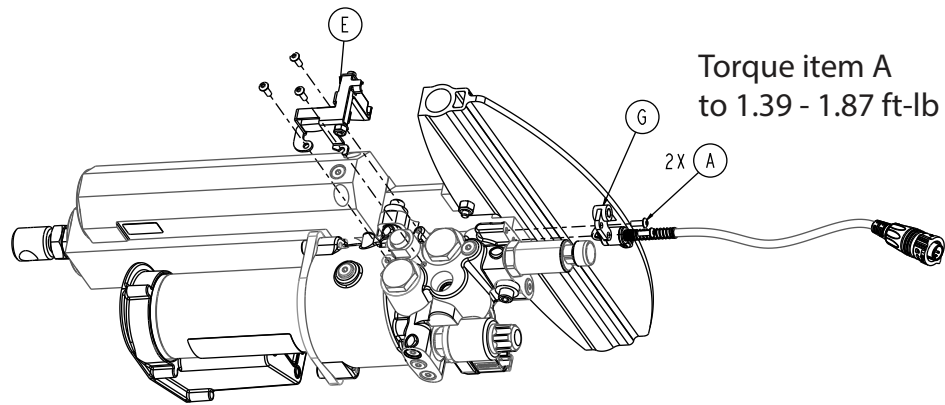

Figure 42 – Composants de l'ensemble de levage de l'actionneur
6. À l'aide d'une clé Torx T10, retirer les deux vis d'assemblage à tête ronde (A) qui fixent le support du câble de déblocage manuel (G) à l'ensemble de traverse du cadre en X (Figure 42). Conserver les vis et le support.
7. Retirer le câble de déblocage manuel de l'ensemble du support de déblocage manuel (E) (Figure 42).